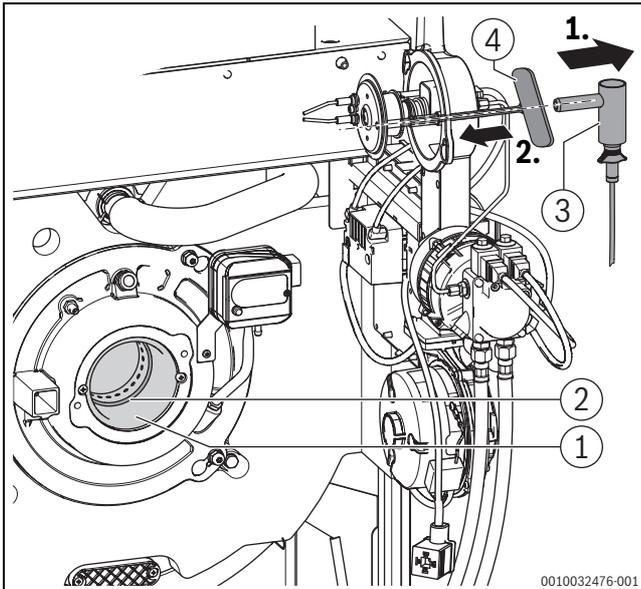

Bild 71 Dichtung prüfen (Serviceposition 1), Verwendung Innensechskantsschlüssel zur Ausrichtung des Mischsystems
- ▶ Brenner in Serviceposition 1 bringen (→Bild 71).
- ▶ Winkelhalter mit Flammenfühler (→Bild 71) aus Brennergehäuse ziehen.
- ▶ Zur Ausrichtung des Halterohres des Flammenfühlers mit dem Sichtrohr des Mischsystems einen Innensechskant-Steckschlüssel (Schlüsselweite 5) als Lehre von der Brennergehäuseseite einführen (→Bild 71).
- Winkelhalter mit Flammenfühler (→Bild 71) wieder bis zum Anschlag in Brennergehäuse einstecken.